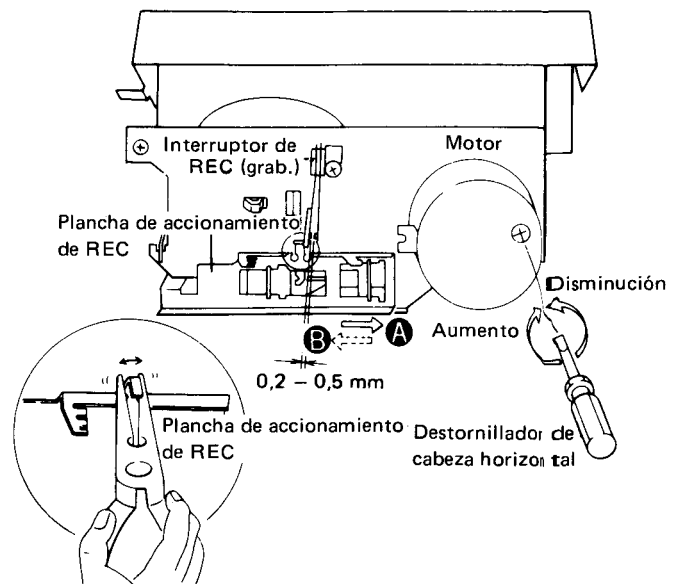

Fig. 11-2 Ajuste de la velocidad de la cinta y del interruptor de grabación (REC)
2. Reproducir la parte de 3kHz de la cinta de prueba STD-301. Al principio, la frecuencia deberá estar entre 3000Hz~3010Hz, y podrá ajustarse girando el resistor semifijo ubicado en el orificio de ajuste del motor, como se muestra en la Fig. 11-2.